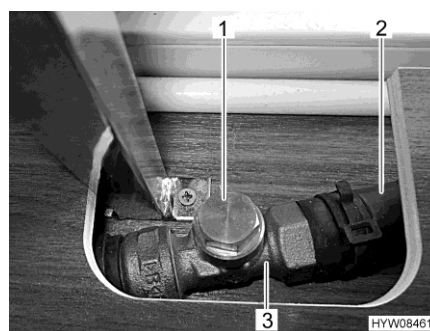

Fig. 162 Estrangulador (abierto)
- Tocar la tubería de derivación (Fig. 162,2) atrás del estrangulador (Fig. 162,3). La manguera deberá estar tibia.